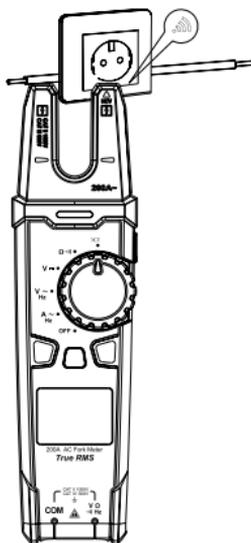

Рис.7. Бесконтактное обнаружение переменного напряжения (NCV)
- 1) Установите переключатель в режим NCV (см. рис. 7).
- 4) Если напряжение электрического поля ≥100 В (AC), на дисплее будут отображаться символы «-», количество которых («-», «- -», «- - -» или